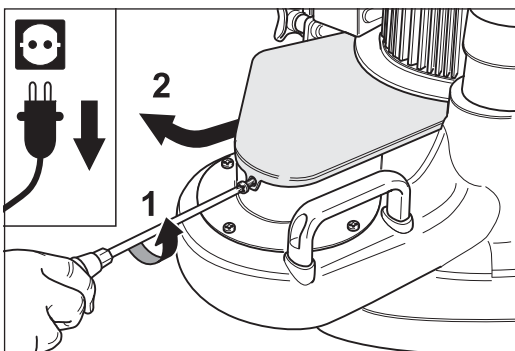

Fig. 48 Retirez la vis de fixation de la protection de la courroie trapézoïdale et enlevez la protection de la courroie trapézoïdale.
- 9 Dévissez la vis de fixation de la protection de la courroie trapézoïdale de la bride du coussinet de l'insert du ventilateur (fig. 48).
- 10 Dégagez la protection de la courroie trapézoïdale de la fente se trouvant dans la bride du coussinet du moteur et mettez-la de côté (fig. 48).